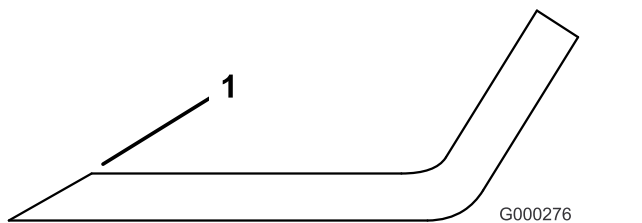

Figure 111
- Examinez les tranchants de toutes les lames et aiguisiez-les s'ils sont émoussés ou ébréchés (Figure 111).
Remarque: N'aiguisiez que le haut du tranchant et conservez l'angle de coupe d'origine pour obtenir une coupe nette (Figure 111). Limez la même quantité de métal sur chacun des deux tranchants pour ne pas déséquilibrer la lame.